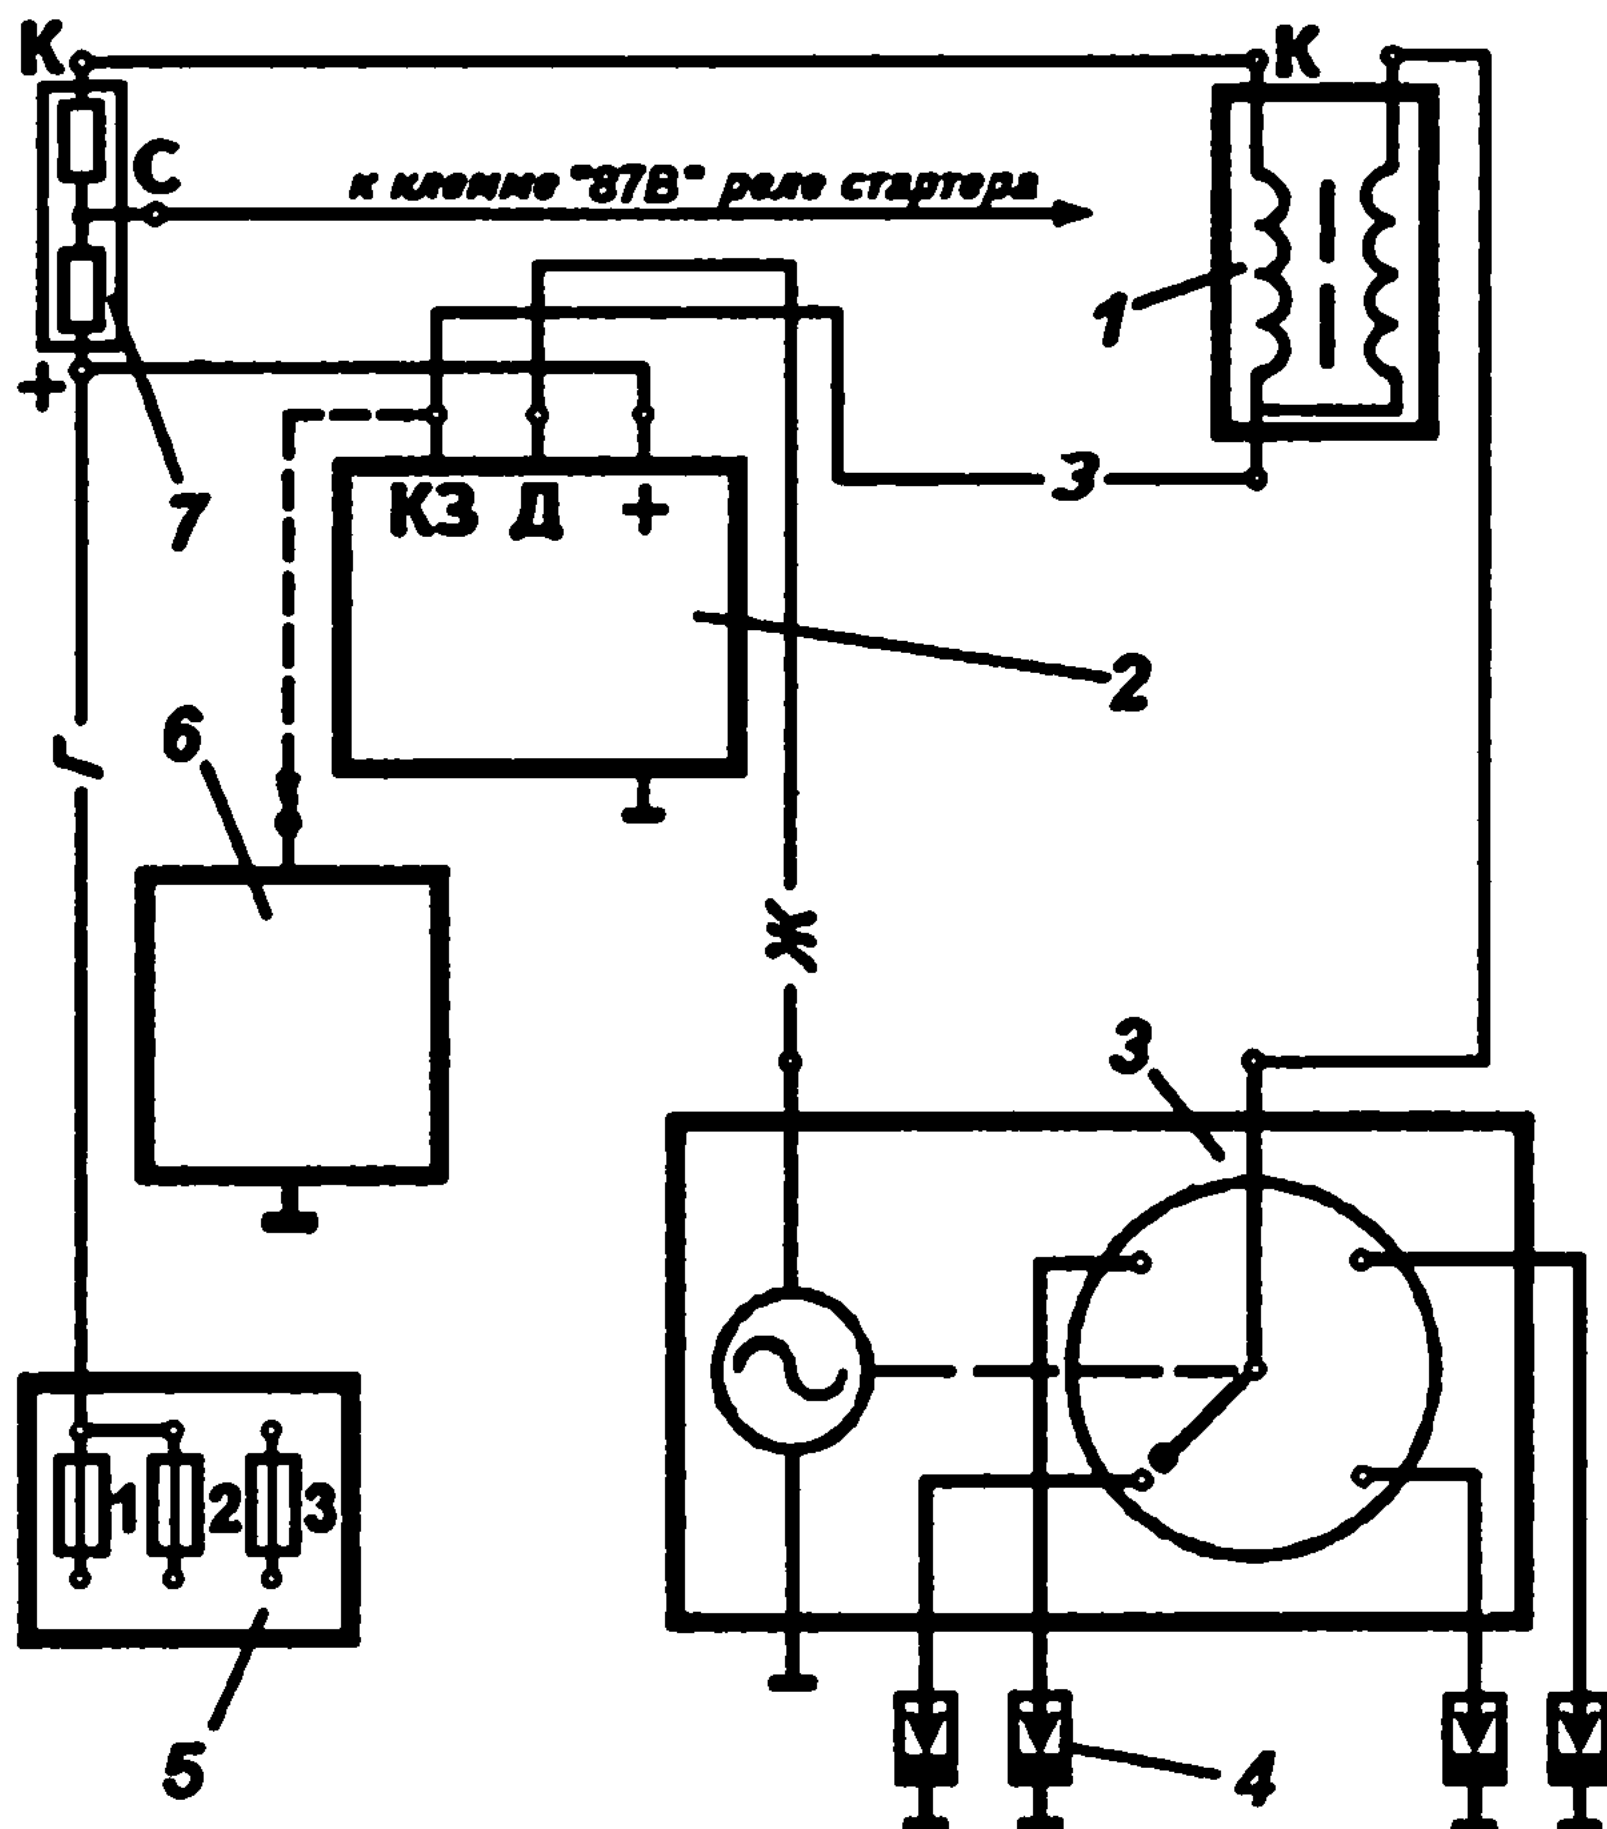

Рис. 113. Схема бесконтактной системы зажигания:
Бесконтактная батарейная система зажигания (рис. 113) "Искра-УАЗН" включает в себя приборы:
- соединять приборы БСЗ по схеме, отличной от схемы, приведенной на рис. 113;